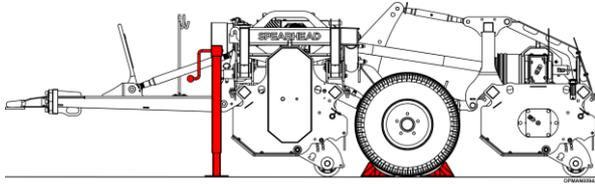

Abbildung 5.60
- 5.6.3.4 Stützen Sie das mittlere Mähwerk und die Maschine vollständig mit festen oder stabilen Blöcken ab, siehe Abbildung 5.60.